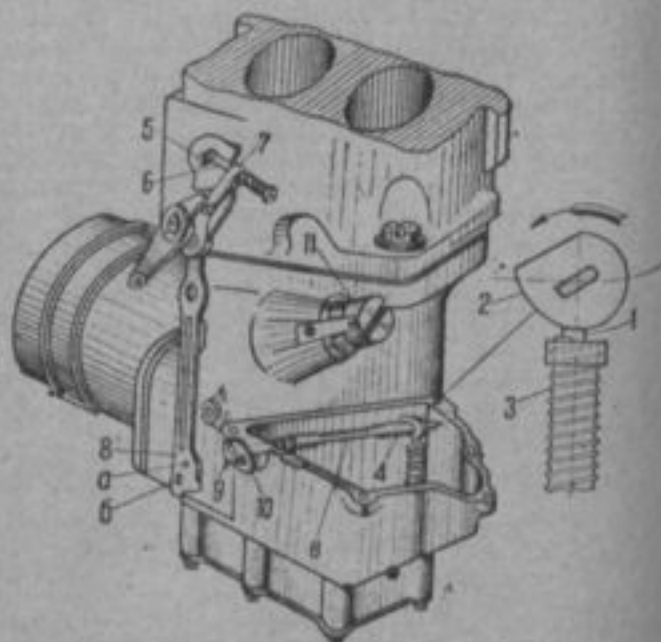

Рис. 4. Регулировка экономайзера
Это достигается тем, что при определенном положении дроссельных заслонок валик 4 экономайзера (рис. 4), связанный тягами с валиком дроссельных заслонок, поворачивается на определенный угол и эксцентрик 2, находящийся на валике, отжимает иглу 1 экономайзера. При малых и средних мощностях двигателя между эксцентриком и иглой имеется зазор, и под действием пружины 3 игла всегда закрывает клапан экономайзера, превращая доступ бензина в канал форсунок высоких оборотов.
1. Упорный винт дроссельных заслонок 6 (рис. 4) отвертывается до тех пор, пока дроссельные заслонки не прижмутся плотно к стенкам смесительных камер.
гулирующего винта дроссельных заслонок и цилиндра автоматического регулятора 11 (рис. 4) следующим образом.